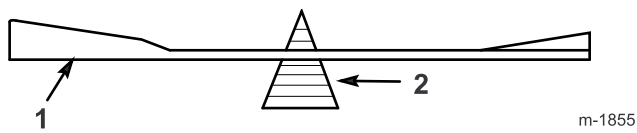

Figure 40
2. Vérifiez l'équilibre de chaque lame en la plaçant sur un équilibreur (Figure 40). Si la lame reste horizontale, elle est équilibrée et peut être utilisée. Si la lame est déséquilibrée, limer un peu le dos de la lame. Répétez la procédure jusqu'à ce que toutes les lames soient équilibrées.